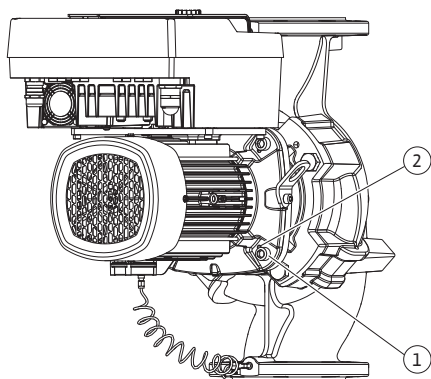

Fig. 10: Estrazione del set di innesto tramite fori filettati
5. Estrarre il set di innesto (vedi Fig. 4) dal corpo pompa. Utilizzare a tale scopo due fori filettati (vedi Fig. 10). Per allentare la sede, avvitare le viti M10 di lunghezza adeguata nei fori filettati.
5. Allentare la lamiera di sostegno del trasduttore differenza di pressione (Fig. I, pos. 13) dalla flangia motore, allentando la vite (Fig. I e Fig. III, pos. 10). Lasciar appeso il trasduttore differenza di pressione (Fig. I, pos. 8) con la lamiera di sostegno (Fig. I,
- pos. 13) ai tubi di misurazione della pressione (Fig. I, pos. 7). Staccare il cavo di collegamento del trasduttore differenza di pressione nel modulo elettronico.
6. Estrarre il set di innesto (vedi Fig. 4) dal corpo pompa. A tal fine, utilizzare i due fori filettati (vedi Fig. 10). Per allentare la sede, avvitare le viti M10 di lunghezza adeguata nei fori filettati.
8. Allentare le due viti trattenute sulla lamiera di protezione (Fig. I, pos. 27) e rimuovere la lamiera di protezione.
9. Introdurre nella finestra della lanterna una chiave fissa con apertura da 18, 22 o 27 mm e tenere fermo l'albero sulle superfici piane della chiave (Fig. I, pos. 16). Svitare il dado della girante (Fig. I, pos. 21). La girante (Fig. I, pos. 21) viene estratta automaticamente dall'albero. Utilizzare un estraattore per le giranti in ghisa.
10. Allentare le viti (Fig. II, pos. 10 a) o (Fig. II, pos. 10 b), a seconda del tipo di pompa.
11. Allentare la lanterna dal centraggio motore mediante un estraattore a due bracci (estraattore universale) e staccarla dall'albero. Durante questa operazione, si stacca anche la tenuta meccanica (Fig. I, pos. 25). Evitare di inclinare la lanterna.
12. Se la tenuta meccanica è stata danneggiata, spingere l'anello contrapposto (Fig. I, pos. 26) della tenuta meccanica fuori dalla sua sede nella lanterna. Introdurre nella lanterna il nuovo anello contrapposto.